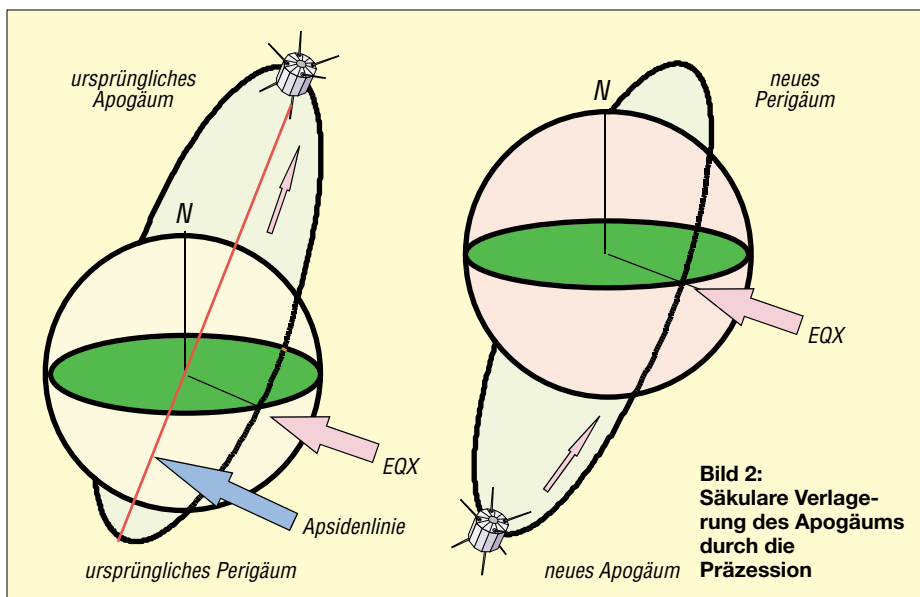

Bild 2: Säkulare Verlagerung des Apogäums durch die Präzession
Die Auswertung des bisherigen und die Prognose des künftigen Bahnverlaufs von AO-40 für eine Bodenstation in DL ergibt, dass der Satellit in Süddeutschland (einschließlich OE und HB9) eine Elevation von maximal 45° – in der Mitte von 43° und etwa 41° im Norden von Deutschland erreichen kann. Die Elevation schwankt durch die Verlagerung des Arguments des Perigäums, also der Apsidenlinie (Bild 2) und erreicht für DL dann einen Maximalwert, wenn das Apogäum auf der Nordhalbkugel und auf der geographischen Breite liegt, die der Inklination entspricht. Das wird erst ab Frühjahr 2004 wieder der Fall sein, bis zu diesem Zeitpunkt bleibt die Elevation deutlich unter 40°.
der Erde und den dadurch entstehenden Schwerkräftenanomalien, die sich u.a. als Präzession der Achse niederschlagen (Bild 2). Die Apsiden drehen sich pro Tag um $0,321^\circ = 117^\circ$ pro Jahr, ein voller Umlauf dauert daher etwa drei Jahre.
- Apogäum:** Der erdfernste Punkt einer Satellitenbahn, also die höchste Flughöhe (Bild 2).
- Apsiden:** Verbindungslinie Apogäum zu Perigäum (Bild 2).
- Perigäum:** Erdnächster Punkt einer Satellitenbahn, also kleinste Flughöhe (Bild 2).